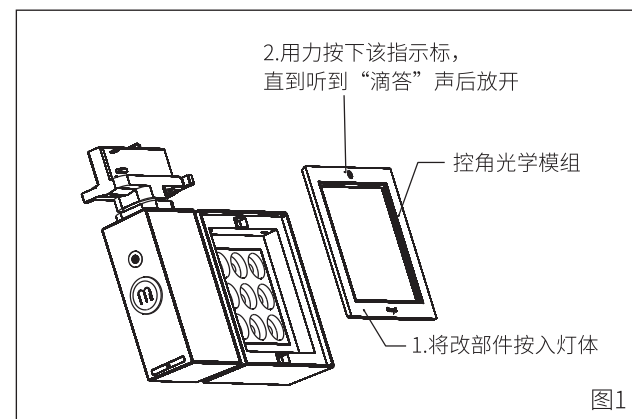

图1
- 3.灯具不附带控角光学模组,需单独购买需要的光学部件自行安装，如图1；